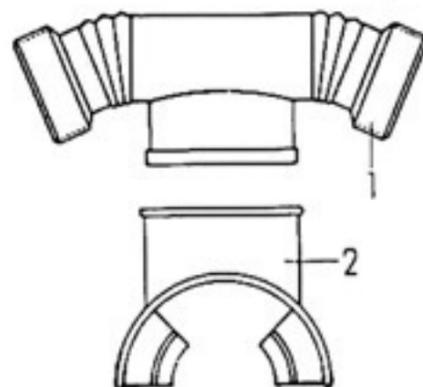

Abb. 13
5.3. Einzelteile des ventillosen Metall-Mundstückes Abb. 13